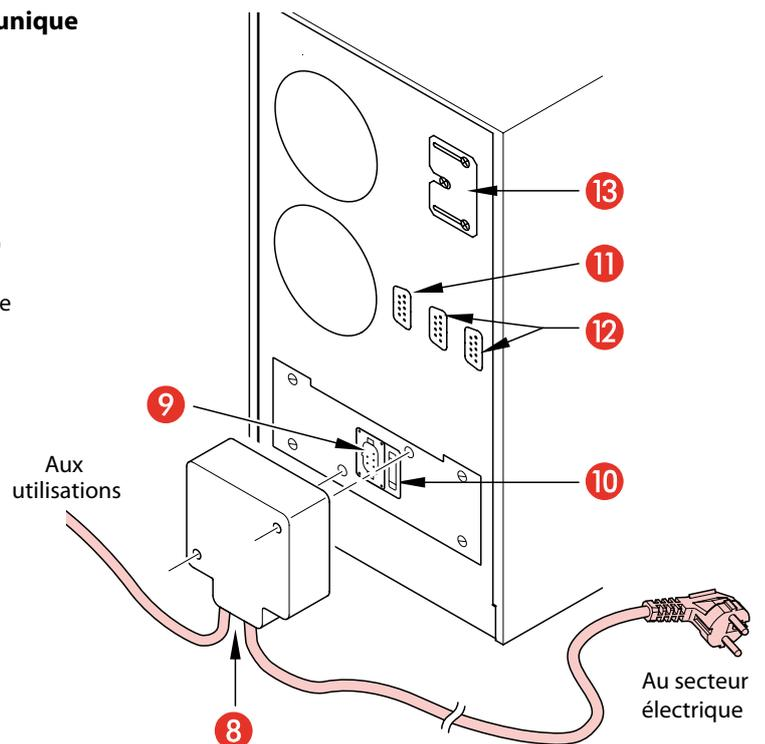

Fig.2
Bâti unique (fig. 2):
1. Câblez le connecteur d'entrée-sortie fourni, comme l'indique la figure 2, à l'aide d'un cordon gainé avec conducteurs internes d'une section d'au moins **2,5 mm²**
4. Reliez le connecteur d'entrée-sortie à la fiche [9] derrière l'onduleur en le fixant sur le châssis par les vis (voir fig. 2).